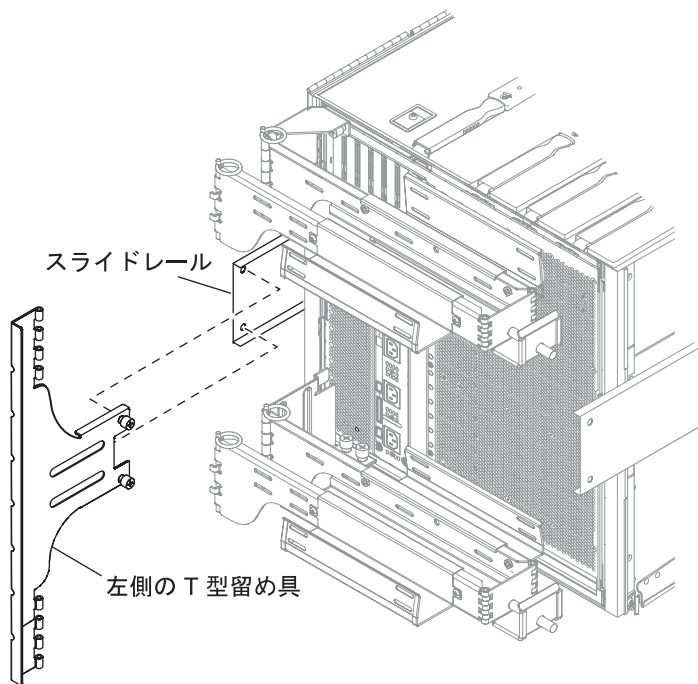
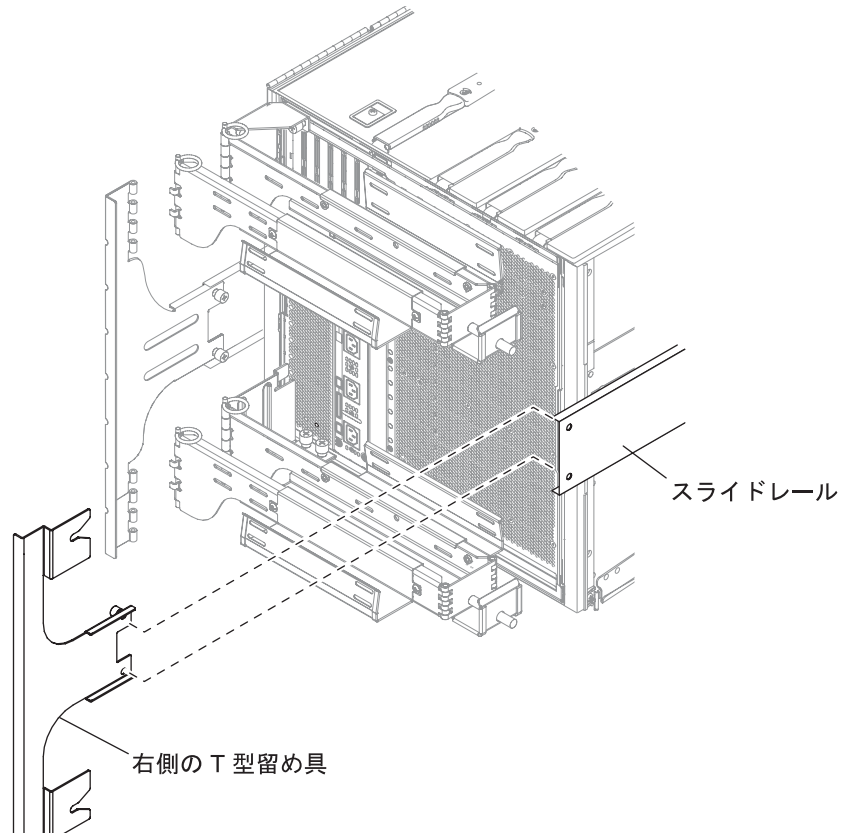

図 14-5 左側の T 型留め具の取り外し
図 14-6 右側の T 型留め具の取り外し
4. 最初に脱落防止機構付きねじを緩めて各 T 型留め具を取り外してから、関連するシャーシのスライドレールから左側および右側の T 型留め具を取り外します (図 14-5 および図 14-6)。